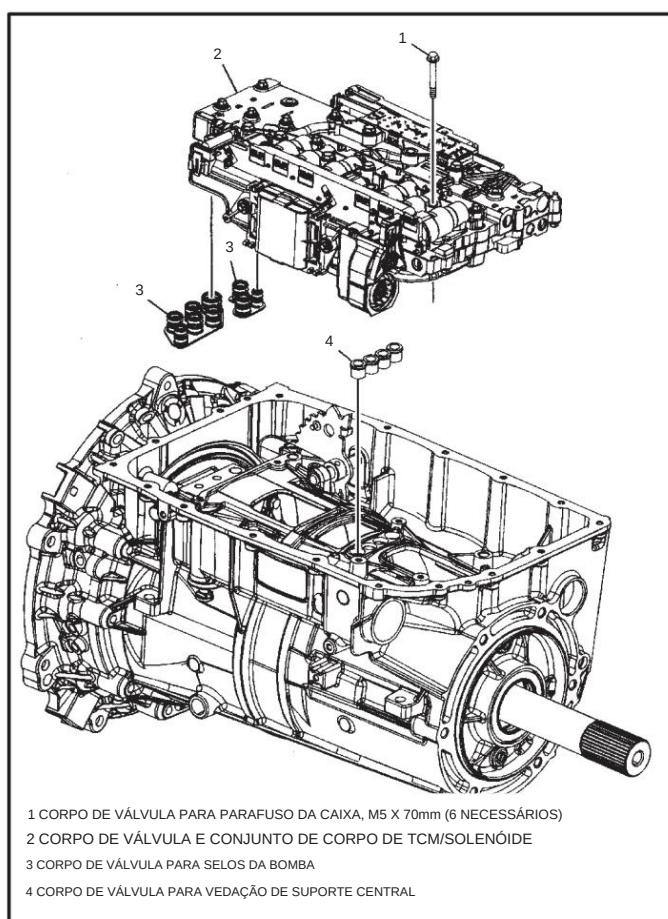

Figura 42
13. Remova o conjunto do corpo da válvula, conforme mostrado na Figura 42.
14. Remova e descarte o corpo da válvula para bombear vedações e o corpo da válvula para centralizar a vedação do suporte, conforme mostrado na Figura 42.